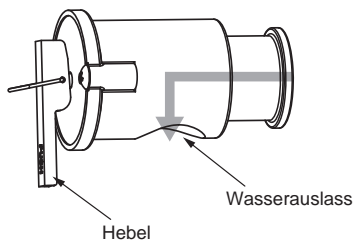

Fig. 4-2
4.4. Teile, die regelmäßig überprüft werden müssen (Fig. 4-2)